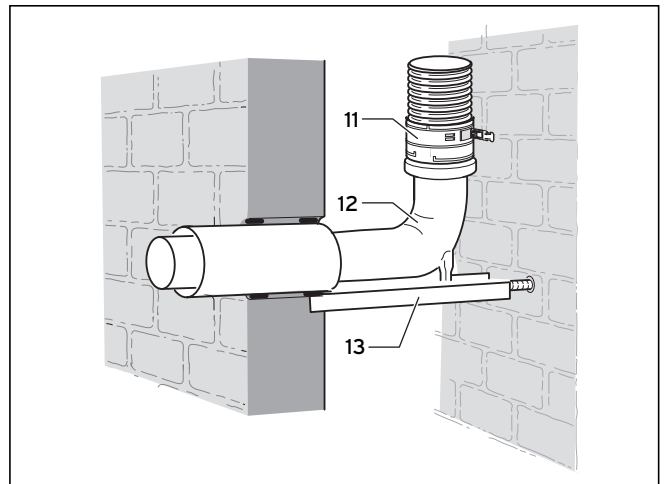

Abb. 6.40 Konzentrischer Anschluss an die flexible Abgasleitung
- Montieren Sie den konzentrischen Schachtanschluss, wie in der Abb. 6.40 beschrieben.